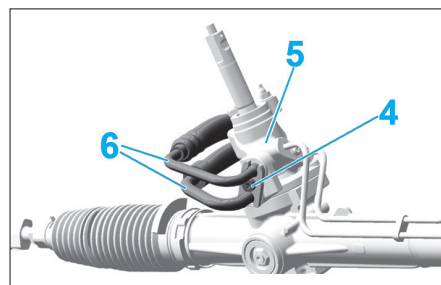

Fig. 16
- Déposer la vis de fixation (4) de la bride des canalisations hydraulique sur la valve (5) du boîtier de direction (Fig.16).
- Débrancher les canalisations (6).